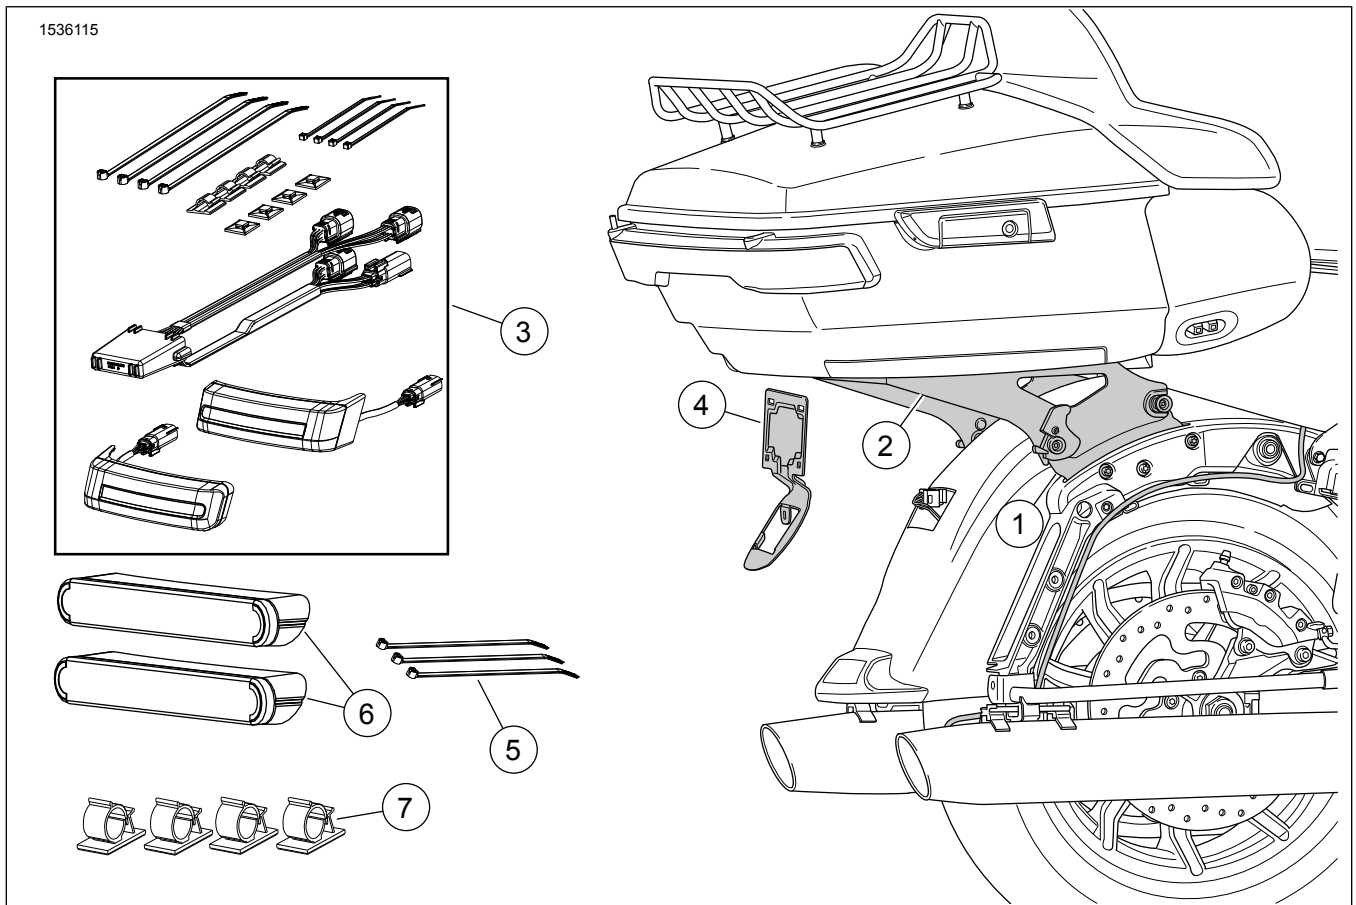
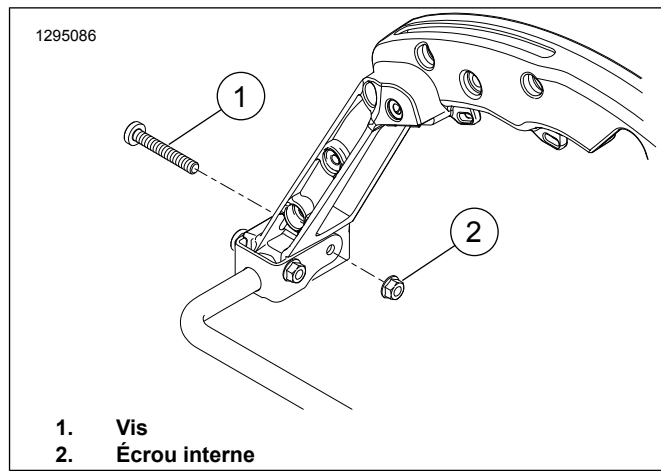
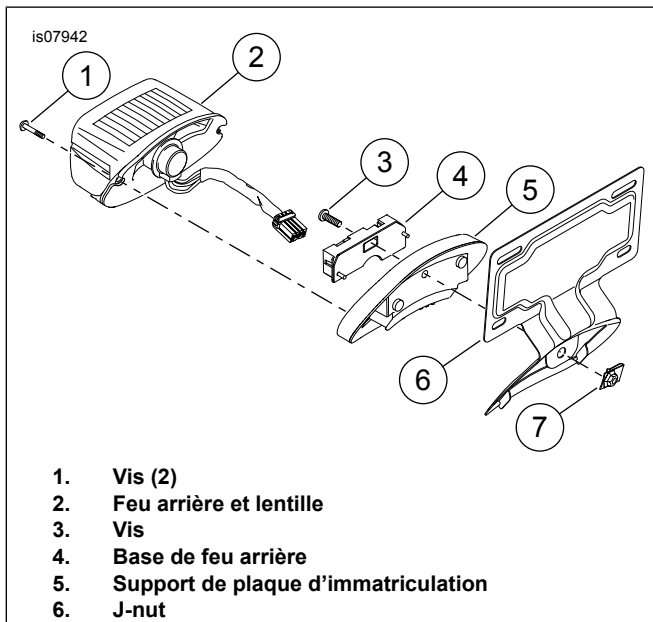

Figure 1. Contenu du kit : Rail de support du Tour-Pak Detachable
Figure 6. Retrait de vis d'origine
Figure 7. Installer le support de plaque d'immatriculation
7. Consultez Figure 7 . Retirer le feu arrière et sa base.
- a. Enlevez les vis (1).
- b. Débrancher et enlever le feu arrière et la lentille (2).
- c. Noter l'emplacement des connecteurs sur la base (4) du feu arrière pour faciliter l'installation.
- e. Retirer la vis (3) et la base du feu arrière.
9. Consultez Figure 6. Retirer l'écrou (2) interne droit. Jeter la vis (1).
1. Consultez Figure 1 . Installer le kit de matériel d'amarrage (1) selon les instructions dans ce kit.
2. Installer le kit (3) de feu à DÉL allumage/freinage/virage de sacoche selon les instructions dans ce kit.
3. Consultez Figure 7 . Installer le support de plaque d'immatriculation.
- a. Installer le support (5) de plaque d'immatriculation dans le garde-boue.
- c. Installer le feu arrière sur le support de plaque d'immatriculation. Fixer à l'aide de la vis (3).
- e. Connecter le feu arrière et la lentille à la base du feu. Installer le feu arrière et la lentille à la base et fixer à l'aide des vis (1).
Consultez Figure 1 . Marquer l'emplacement du réflecteur (12).